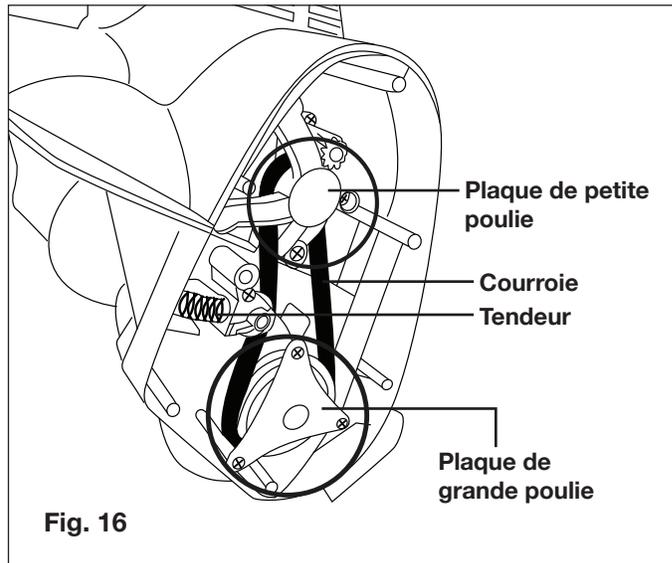

Fig. 16
2. Retirez le tendeur (Fig. 16).
3. Dévissez les trois (3) vis de la plaque de la grande poulie et les quatre (4) vis de la plaque de la petite poulie (Fig. 16).
6. Remettez en place le couvercle latéral gauche et revissez les sept (7) vis.